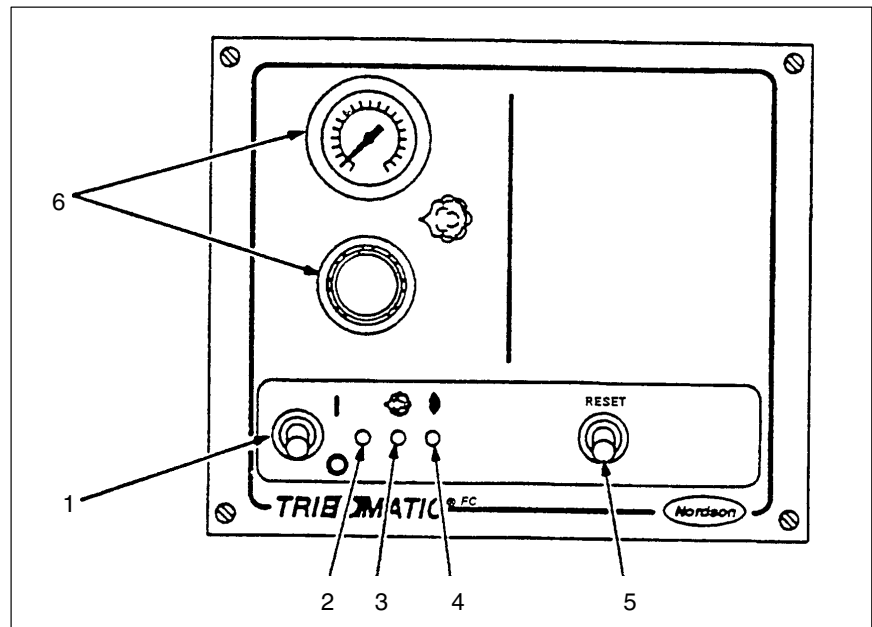

Fig. 4-1 Eléments de commande du panneau frontal
3. Cf. fig. 4-1. Mettre l'interrupteur de l'unité de commande sous tension. Le voyant LED de l'alimentation en tension s'allume.